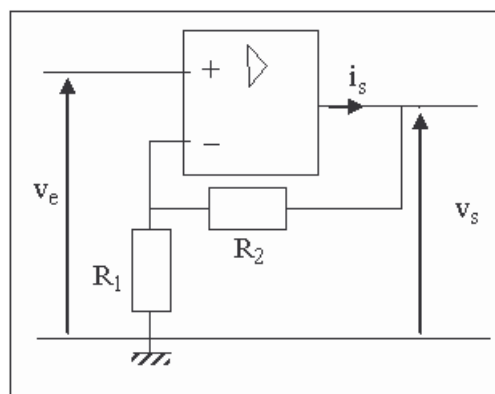

figure 2
Comme on l'a vu, un capteur piézoélectrique délivre une tension, qu'on appelle v_e , faible et qu'il convient donc d'amplifier. Considérons le montage de la figure 2 ci-dessous.
9. Donner et justifier le nom du montage représenté figure 2.